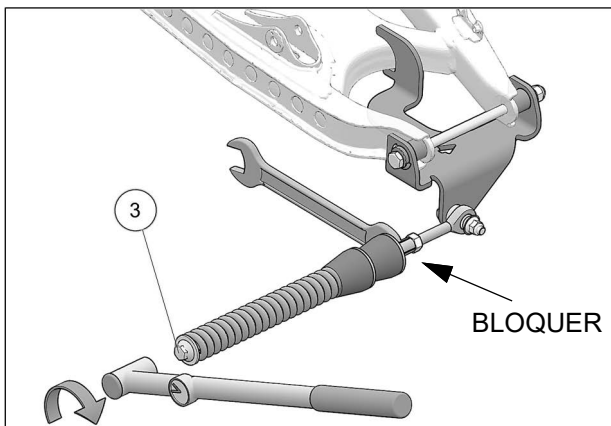

Fig. 11
11. Vérifier que le boulon du ressort (3) est serré au couple recommandé: 75 Nm [55 lb•pi]. Assurez-vous de bloquer en position, l'écrou devant les amortisseurs en caoutchouc. Voir la Fig. 11